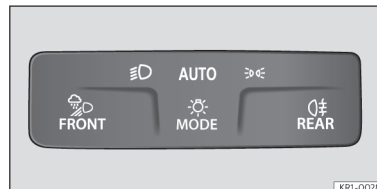

Fig. 93 Painel de instrumentos: comando das luzes.
- Ligue a ignição e selecione o modo **AUTO** no comando das luzes >>> **Fig. 93**.